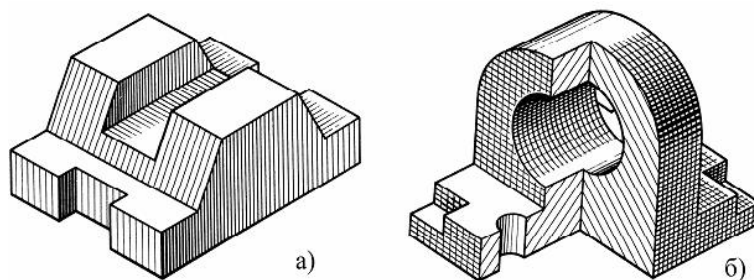

Рисунок 5
На рисунке 5,б показан технический рисунок модели с вырезом одной четверти, а рельефность показана штриховкой. Источник света условно располагается слева, сверху и немного сзади наблюдателя. На отверстиях модели проводят осевые и центровые линии параллельно аксонометрическим осям (рисунок 5,б).
2. Если деталь симметричная, то на одном изображении допускается соединять половину вида с половиной разреза. Вид от разреза ничем, кроме осевой (штрихпунктирной линией) не отделяют. Разрез располагают справа или снизу от оси симметрии (рисунок 5).